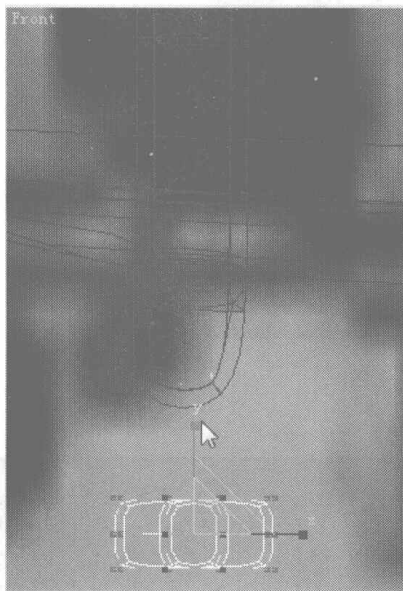
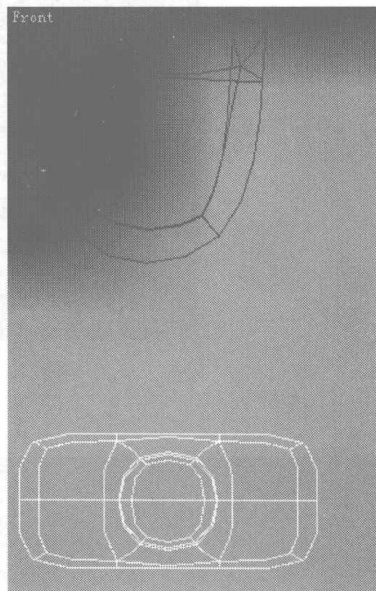
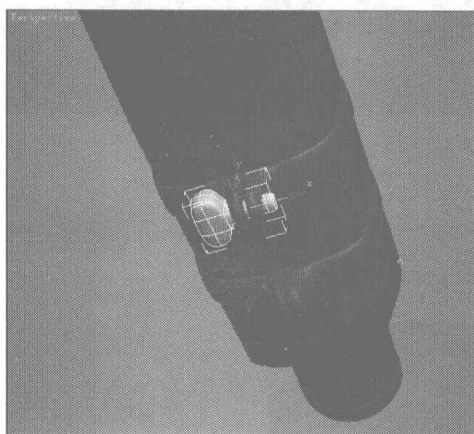
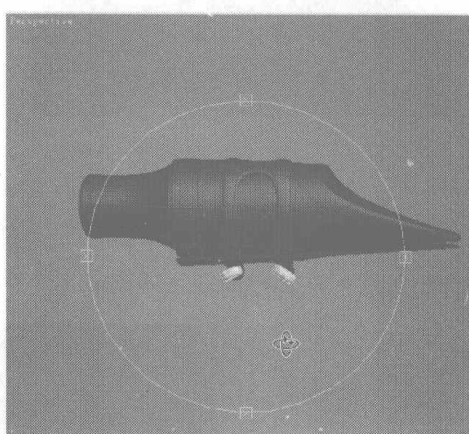

图 2.157
图 2.158
图 2.159
图 2.160
- 15** 选择如图 2.157 所示的点, 利用缩放工具调整到如图 2.158 所示的位置, 使中轴的横截面尽量成圆形, 移动螺栓到如图 2.159 所示的位置, 对螺栓进行复制, 并调整到如图 2.160 所示的位置。